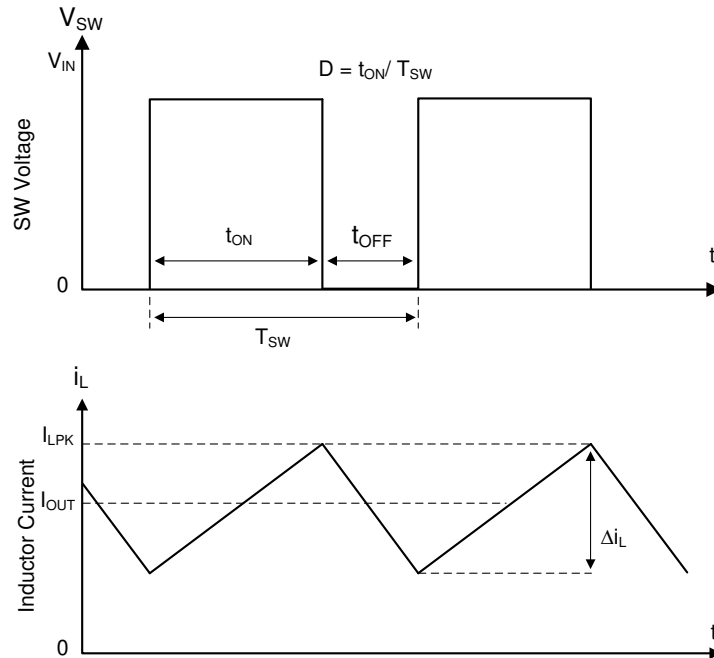

図 7-1. 連続導通モード (CCM) における SW ノードとインダクタ電流の波形
以下の LMR70410 の動作説明は、機能ブロック図と図 7-1 の波形を参照しています。LMR70410 は、ハイサイド (HS) およびローサイド (LS) スイッチ (同期整流器) を内蔵した同期整流降圧レギュレータです。LMR70410 は、制御されたデューティサイクルで HS および LS の NMOS スイッチをオンにすることにより、出力電圧の安定化を実現します。ハイサイド スイッチのオン時間中に、SW ピンの電圧は約 V_{IN} までスイングし、インダクタ電流 i_L は $(V_{IN} - V_{OUT})/L$ の直線勾配で増加します。制御ロジックにより HS スイッチがオフされると、アンチシュートスルーのデッドタイムの後、LS スイッチがオンになります。インダクタ電流は、ローサイド スイッチを通して $-V_{OUT}/L$ の割合で放電されます。降圧コンバータの制御パラメータは、デューティサイクル $D = t_{ON}/t_{SW}$ と定義されます。ここで、 t_{ON} はハイサイド スイッチオン時間、 T_{SW} はスイッチング周期です。レギュレータ制御ループでは、デューティサイクル D を調整することで一定の出力電圧を保持します。損失を無視できる理想降圧コンバータでは、 D は出力電圧に比例し、入力電圧に反比例します ($D = V_{OUT}/V_{IN}$)。